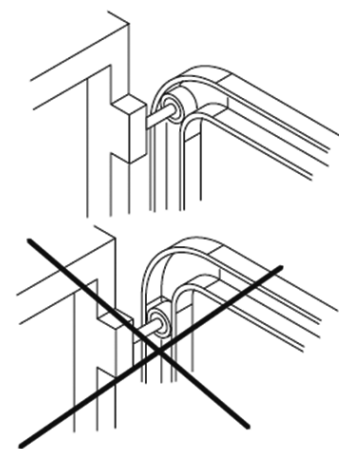

Рис. 2
- Проверьте, чтобы верхний ролик полотна ворот находился в горизонтальной части направляющего рельса при полностью закрытых воротах (рис. 2).